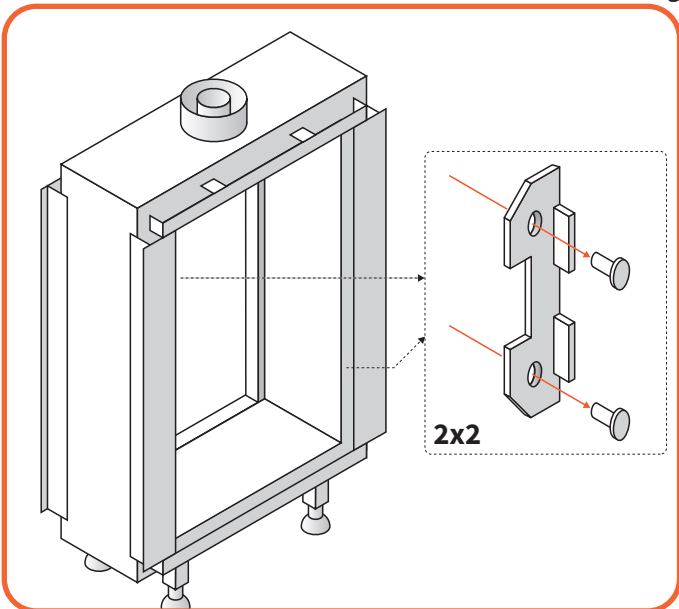

Abb. 9.6 Entfernen der Glasklemmen
- Lösen sie die Glasklemmen an der Seite des Scheibe. (Siehe **Abbildung 9.6**). Der sind drie Klemmen pro Seite in der L Modelle, zwei Klemmen in der M Modelle und 1 Klemme in der S Modelle.